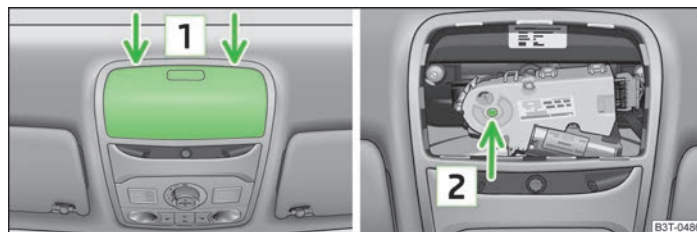

Fig. 29 Punto de apoyo del destornillador/orificio para apoyar la llave
- Insertar cuidadosamente un destornillador de unos 5 mm de anchura en la ranura, en los puntos indicados con flechas **1** » fig. 29.